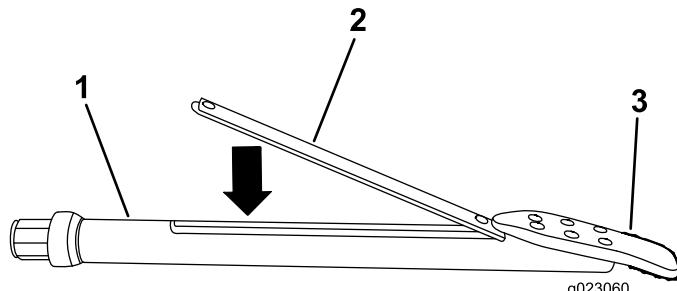

Рисунок 76
- Вставьте маячок в корпус зонда передним концом в сторону бурового долота (Рисунок 76).